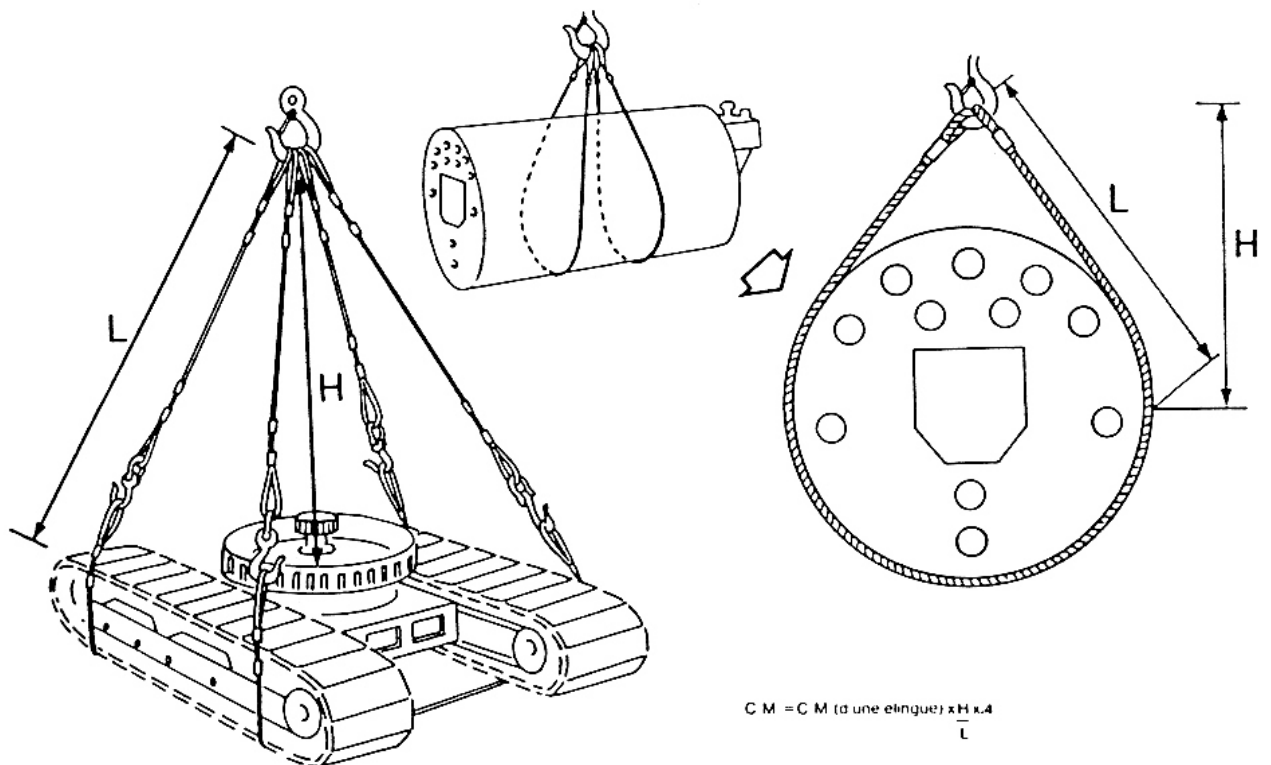

Figure 7 – Evaluation de la capacité d’une attache à panier double à branches inclinées
- **Attache à double panier** (voir figure 7)